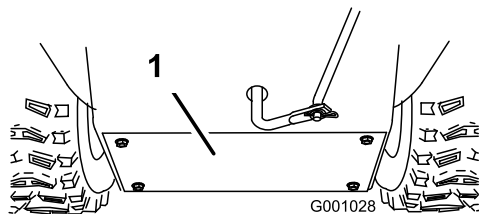

Figura 52
3. Togliete il carter posteriore (Figura 52).